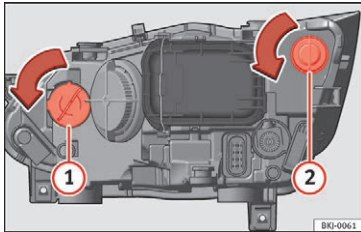

Fig. 98 I motorrummet: pære til blinklys ① og pære til dagskørelsy/positionslys ②
- Drej pæreholderen » Fig. 98 ① eller ② mod venstre, og træk i den.